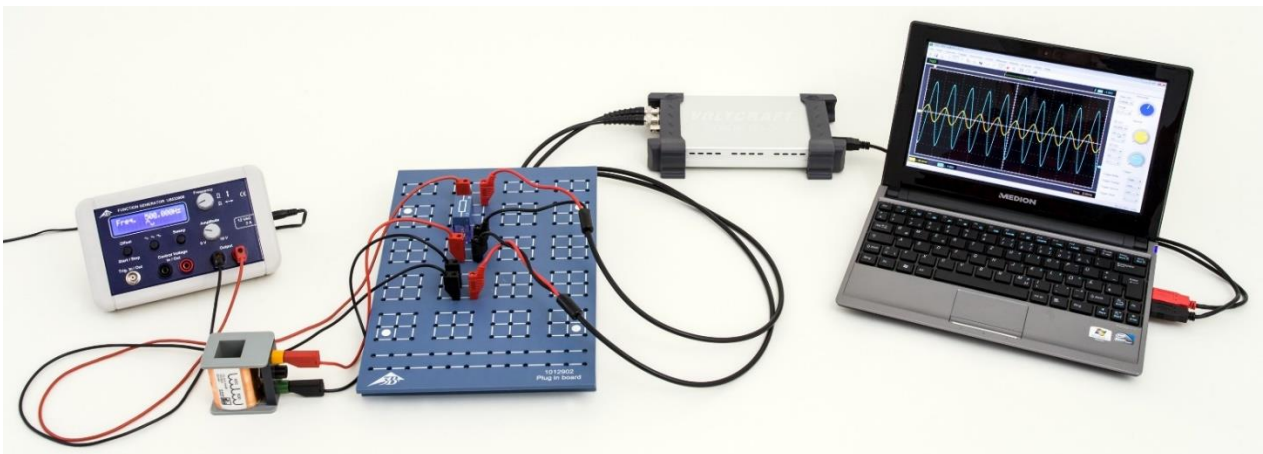

Fig. 1: Disposición de medición.
- Ensamble el montaje de medición (Fig. 1) según el diagrama de circuito (Fig. 2) con la resistencia $R=10 \Omega$ y una bobina de 1200 espiras ($L = 23 \text{ mH}$, $R_L = 19 \Omega$).